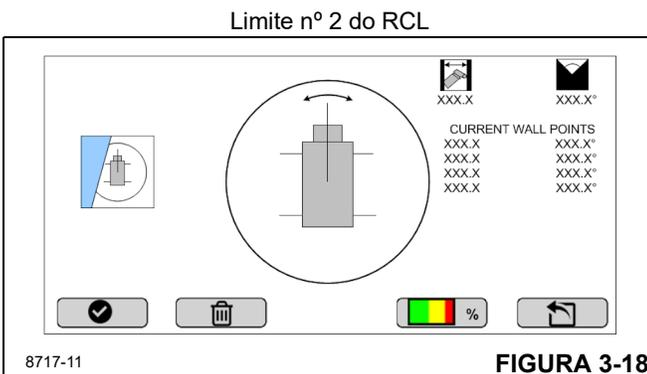

FIGURA 3-18
- Pressione a tecla de função Selecionar para definir o raio atual e ângulo de giro para a posição da extremidade da lança (Figura 3-18).